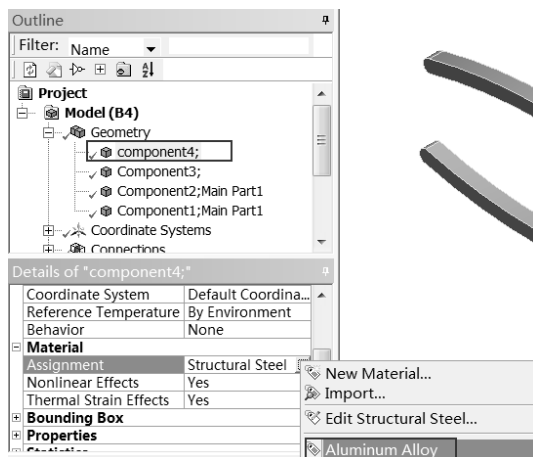

图 13-14 修改材料属性
Step2：选择 Mechanical 界面左侧 Outline（分析树）中 Geometry 选项下的 component4，此时即可在 Details of “component4”（参数列表）中给模型添加材料，如图 13-14 所示。